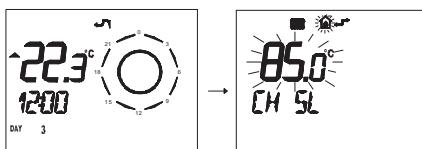

Рисунок 5.39
- Нажмите и удерживайте 3 секунды кнопку **P**, чтобы войти в режим **INFO** (Рисунок 5.39).